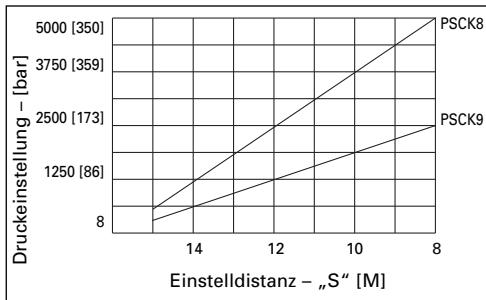

Abbildung 4, Graph
3. Die Gegenmutter unter Sicherung der Druckeinstellung mit Hilfe des Schraubenschlüssels nach rechts drehen und auf ein Drehmoment von 4 Nm (3 ft-lb) anziehen. (Für die richtige Einstellung den Graphen in Abbildung 4 heranziehen [dieser bietet nur einen ungefähren Anhaltspunkt; zur präziseren Bestimmung der Schaltpunkte sollte ein Manometer verwendet werden]).
Hinweis: Die Einstelldistanz „S“ in Abbildung 4 wird vom Ende der Eintellschraube zum Schaltergehäuse (wo die Gegenmutter am Gehäuse anliegt) gemessen.